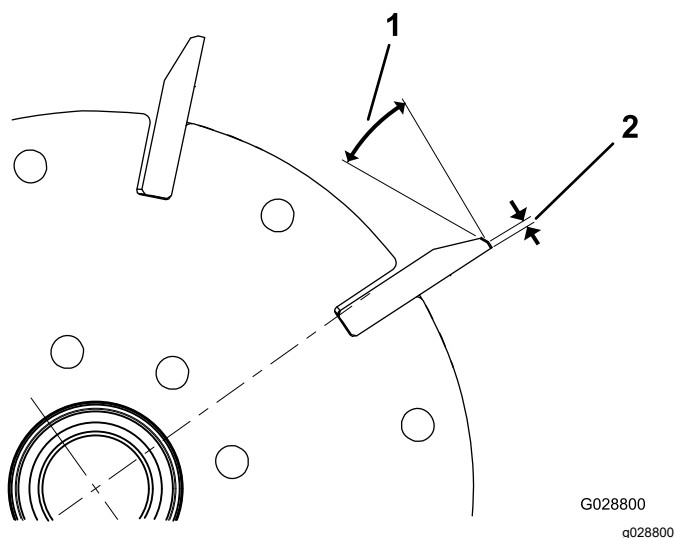

Figura 28
1. Afile todas las cuchillas con un rebajo de 30° hasta que la anchura de la superficie de incidencia sea de 0,8 mm (Figura 28).